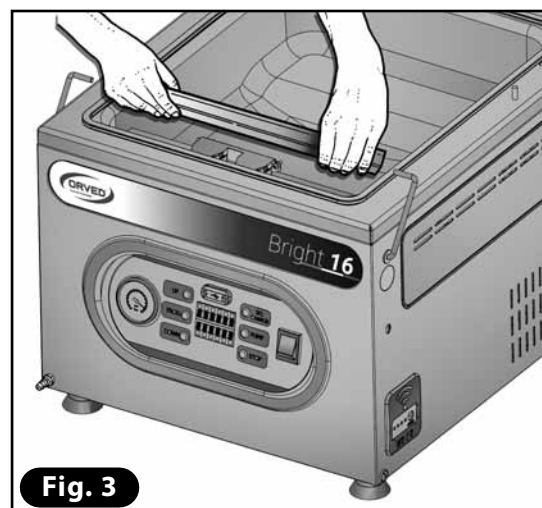

Fig. 3
3) Vuelva a montar la barra soldadora en el depósito conectándola correctamente a los contactos eléctricos (**Fig. 3**).